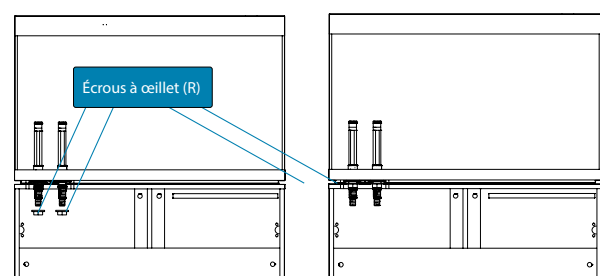
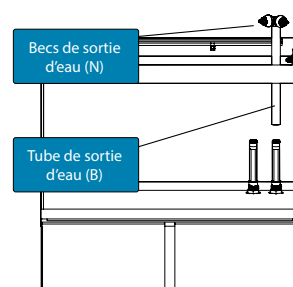

Fig. 3
Fig. 4
- Ouvrir le meuble. Visser et serrer l'écrou à œillet (R) à la partie inférieure du tube de raccordement (A) (Fig. 3).
- Insérer le bec de sortie d'eau (N) dans l'une des extrémités du tube de sortie d'eau (B).
- Insérer le tube de sortie d'eau (B) dans le tube de raccordement (A) (Fig. 4).
- Régler la hauteur du bec de sortie d'eau comme désiré en glissant le tube de sortie d'eau (B) le long du tube de raccordement (A).
- Les becs de sortie d'eau (N) se tournent aisément afin de diriger le débit d'eau dans la direction souhaitée.
- Ouvrir le meuble. Visser et serrer l'écrou à œillet (R) à la partie inférieure du second tube de raccordement (A) (Fig. 3).